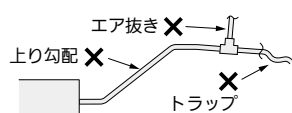

図13
- 接続部より上り勾配で配管しないでください。(ユニット停止時、ドレン水が逆流して水漏れの原因になります)(図13)
- エア抜き管は付けしないでください。(ドレン水が吹き出ることがあります)(図13)
- 途中に立上げやトラップを作らないでください。(異常音の原因になります)(図13、15)